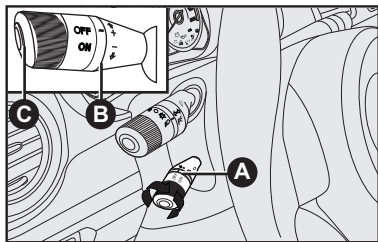

fig. 51
- Comandos - fig. 51
O piloto automático é comandado pela alavanca **A-fig. 51**.
A extremidade da alavanca **A-fig. 51** pode assumir duas posições:
Um breve toque na alavanca **B-fig. 51**, para cima (+) permite aumentar a velocidade memorizada.
Um breve toque na alavanca **B-fig. 51**, para baixo (-) permite diminuir a velocidade memorizada.
A cada acionamento da alavanca **B-fig. 51** a velocidade aumenta ou diminui cerca de 1 km/h.
Após o desligamento automático do dispositivo, o botão **C-fig. 51** permite restabelecer a velocidade memorizada.
ATENÇÃO: girando a chave da ignição na posição **STOP**, ou a extremidade da alavanca **A-fig. 51** na posição **OFF**, a velocidade memorizada é cancelada e o sistema desligado.
A extremidade da alavanca **A-fig. 51** pode ser deixada constantemente na posição **ON** sem danificar o dispositivo. No entanto, recomenda-se desativar o dispositivo quando o mesmo não for utilizado, girando o comutador na posição **OFF** para evitar memorizações acidentais de velocidade.
- girar a extremidade da alavanca **A-fig. 51** em **ON** e pisando no pedal do acelerador, levar o veículo à velocidade desejada;
- pressione o botão **C-fig. 51**.
- posicionando a alavanca **A-fig. 51** de modo momentâneo em (+).
- posicionando a alavanca **A-fig. 51** em (-) até o alcance da nova velocidade de que permanecerá automaticamente memorizada.
Girar a extremidade da alavanca **A-fig. 51** em **OFF** ou a chave de ignição na posição **STOP**.